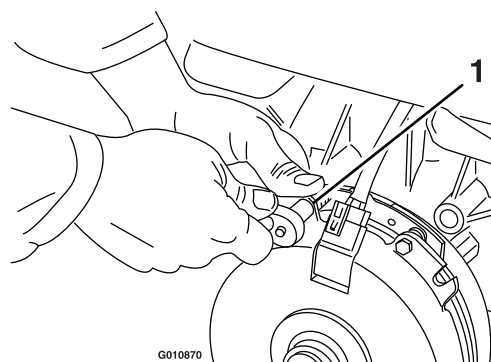

Figure 69
- A. Desserrez les boulons de fixation du frein d'un demi à un tour complet, comme montré à la Figure 69.